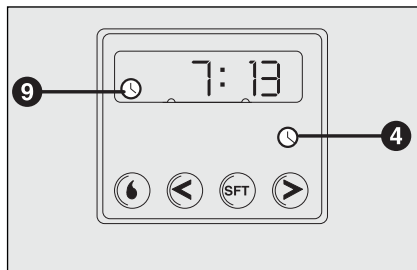

fig. 57
- Druk op toets **4**: het display en het controlelampje **9**-fig. 57 worden verlicht.
Aflesen van de juiste tijd fig. 57